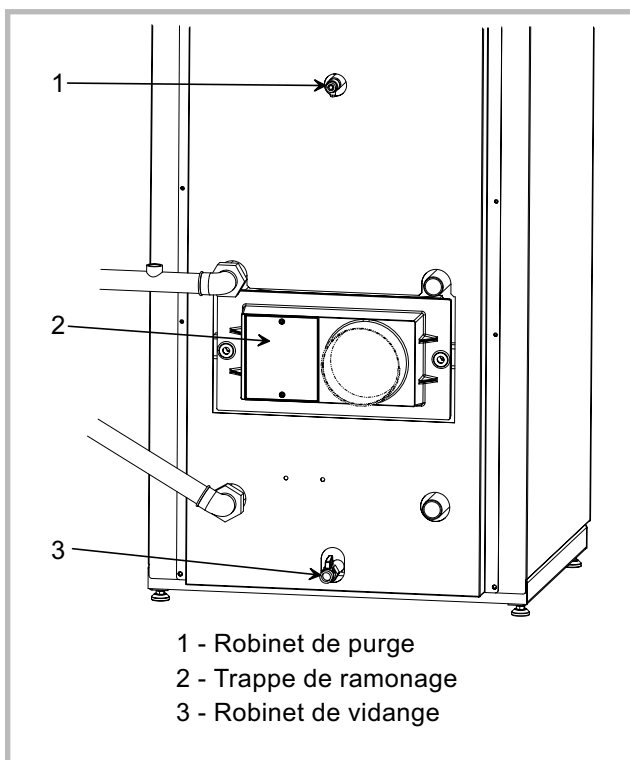

Figure 25 - Arrière de la chaudière
- Ouvrir le robinet de purge (rep. 1, fig. 25) jusqu'à l'obtention d'un jet d'eau continu, puis refermer le robinet.